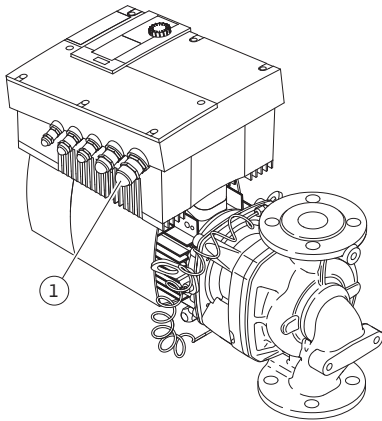

Fig. 27: Kaapeliläpivienni M25
- Verkkoliitäntäkaapeli on vietävä kaapeliläpiviennin M25 (Fig. 27, pos. 1) kautta.